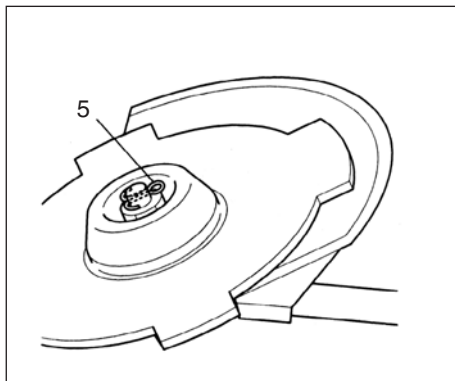

Fig. 1-10C
Hvis din enhet er av sikkerhetstypen og er utstyrt med en splint, må bladet utstyres med en ny splint (5) hver gang den installeres. (Fig. 1-10C)